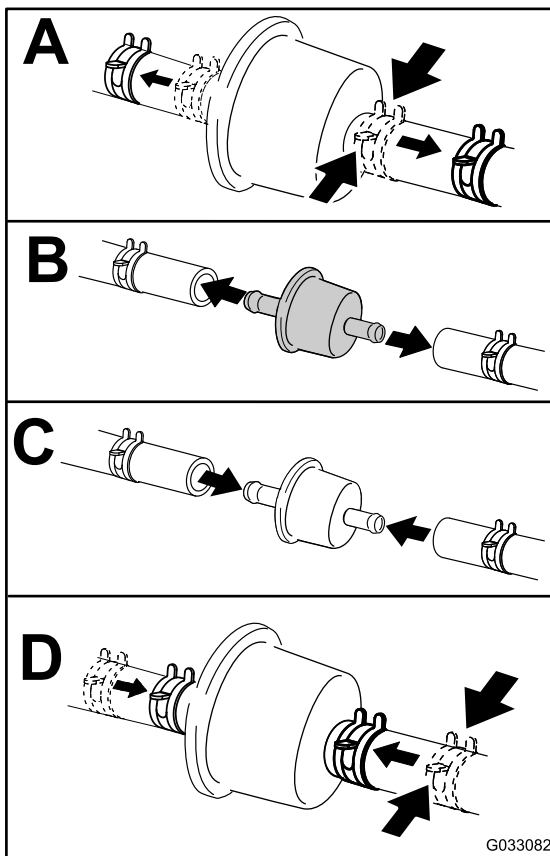

Figura 43
3. Cambie el filtro (Figura 43).